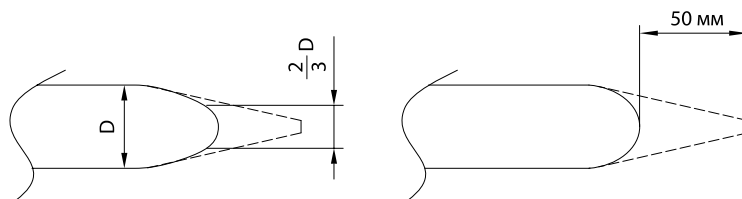

рис. 10
■ **Изнашивание наконечника инструмента (рис. 10)**
Нормы и типы изнашивания наконечника инструмента изменяются в зависимости от обрабатываемого материала и методов работы. Если диаметр изношенного наконечника долота меньше, чем $\frac{2}{3}$ диаметра тела инструмента, и если наконечник инструмента изношен на 50 мм от наконечника (рис. 10), это считают нормальным изнашиванием инструмента. Следовательно, инструменты, имеющие такое нормальное изнашивание, будут отклонены для замены при гарантийных требованиях.